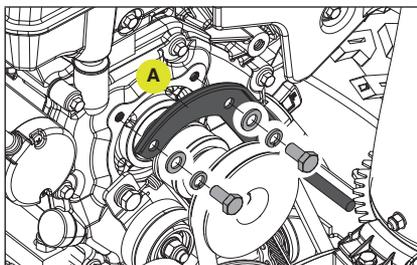

Figure 60
2. Retirez le guide-courroie (A) en enlevant les deux boulons M8 x 20, les rondelles plates et les rondelles de blocage. (Fig. 60)